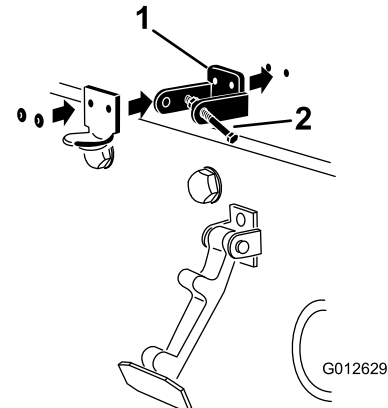

Figure 14
Remarque: Le support de loquet doit être appuyé contre le capot (Figure 14). Ne retirez pas le boulon et l'écrou du bras du support de loquet.
5. Rivez les supports et les rondelles sur le capot (Figure 14).